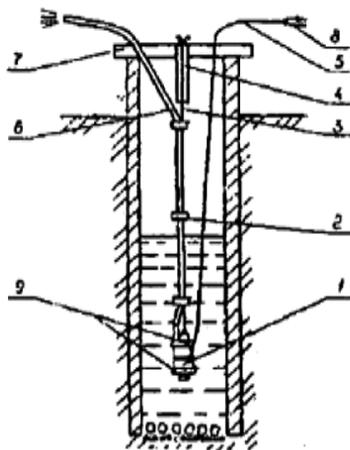

Рисунок 2
**Примечание:** при глубине подвески электронасоса менее 10 метров к концу подвески присоедините еще пружинящую подвеску из резины (см. рисунок 2), так как электронасос на подвеске должен свободно вибрировать. Для пружинящей подвески могут быть применены резиновые полосы из мягкой резины, свободно выдерживающие вес работающего электронасоса, шнур питания и шланга. Максимальная рабочая глубина погружения электронасоса от уровня воды 7м. Для откачки воды из скважины шланг и подвеску тщательно расправьте и скрепите, как показано на рисунке. Присоединять электронасос к стальным трубам следует только через мягкий шланг, а в зимнее время через резиновый шланг. При этом шланг должен быть не менее двух метров. Для возможности полива участка наденьте разбрызгиватель на стойку 9, как показано на рисунке 1.